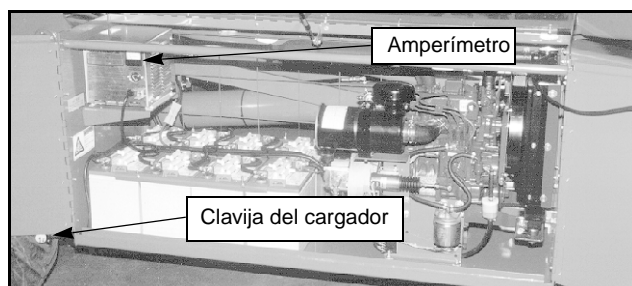

Figura 6: Módulo de energía, lado derecho chasis
3. Conectar la alargadera (1.5 mm2 [12 calibre] conductor mínimo y 15 m [50 pies] de longitud máxima) a la clavija del cargador situada bajo el recorte del lado izquierdo del chasis (Figura 6). Conectar la alargadera a una salida debidamente puesta a tierra del voltaje y frecuencias adecuadas.